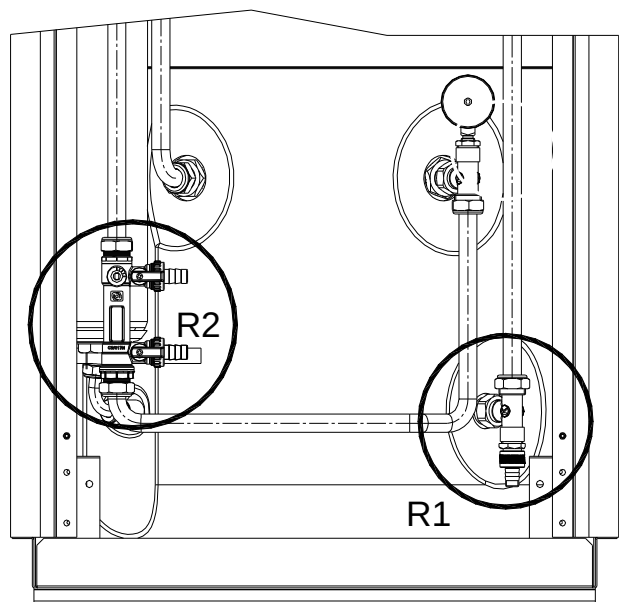

Fig. 2
- collegare il tubo scarico acqua e aprire il rubinetto di scarico del boiler **R1** (fig. 2);
- collegare il tubo scarico acqua e aprire il rubinetto di scarico **R2** del flussimetro del circuito solare (fig. 2);